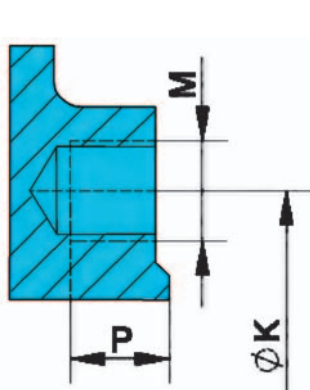

Рис. 3
**РАЗМЕРЫ ФЛАНЦЕВЫХ СОЕДИНЕНИЙ (Рис. 3, 4)**